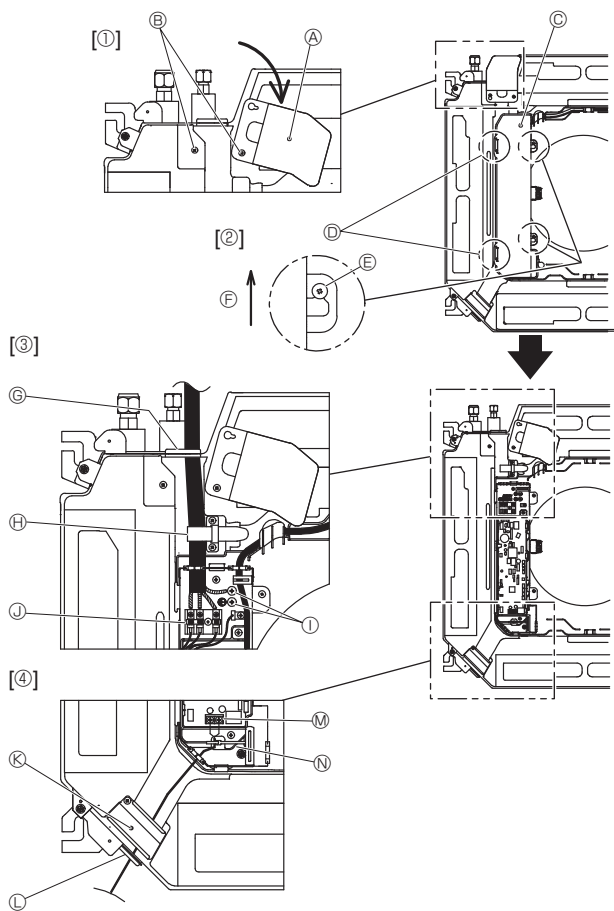

Fig. 6-1
### 6.1. Binnenapparaat (Fig. 6-1)
1. Maak de twee schroeven los waarmee het servicepaneel voor elektrische aansluiting vastzit en draai vervolgens het servicepaneel voor elektrische aansluiting. [Fig. 6-1 ①]
2. Verwijder de twee schroeven waarmee de afdekking van de elektrische contactdoos vastzit en schuif de afdekking van de elektrische contactdoos opzij. [Fig. 6-1 ②]
3. Haal de elektriciteitskabel, de verbindingkabel tussen het binnen-/buitenapparaat en de aardingskabel door de respectieve bedradingsingangen volgens het schema. [Fig. 6-1 ③]
4. Leid en verbind de afstandsbedieningskabel via de bedradingsingangen volgens het schema. [Fig. 6-1 ④, Fig. 6-3]